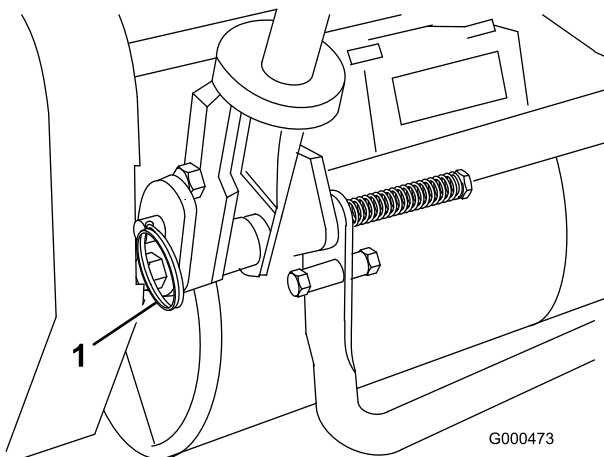

図 8
1. 機体左右のリング・ピンからヘアピン・コッターを抜き取る (図 8)。
2. ハンドルを支えながら、左右のリング・ピンを抜き、ハンドルを希望の高さにセットする (図 8)。